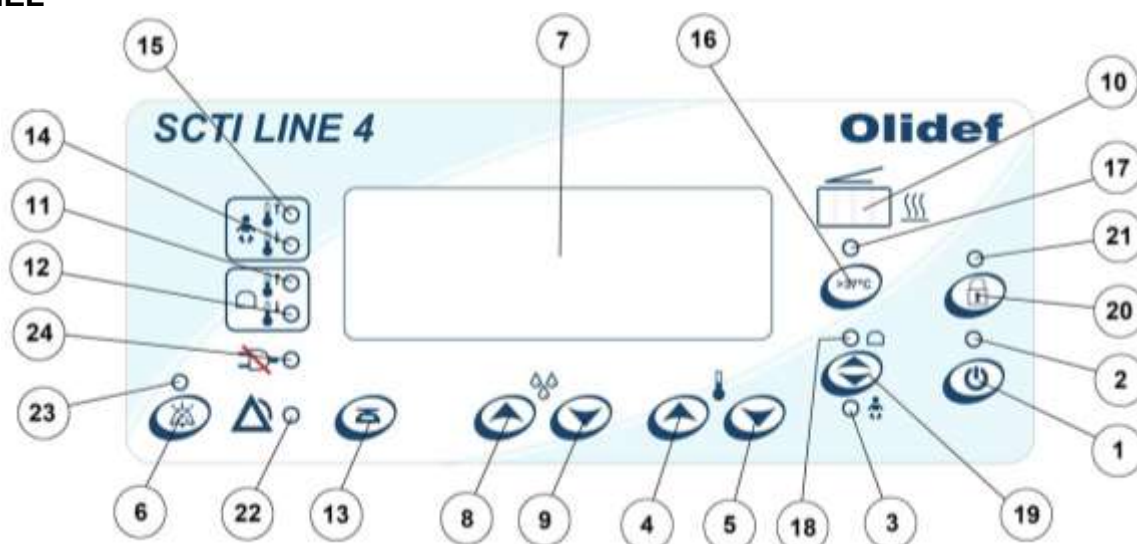
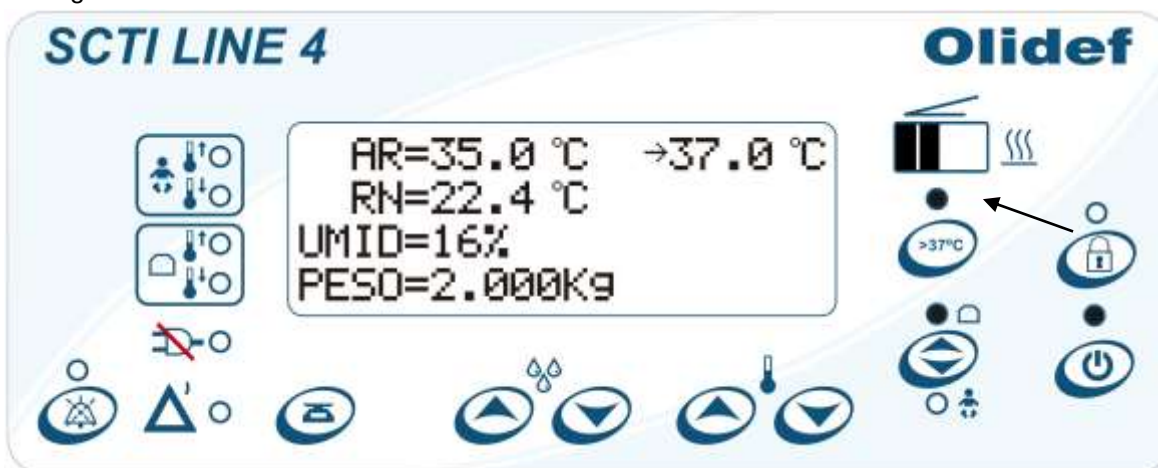

Figura 112- Painel do módulo de controle MC 2
Figura 114 – LED indicador tecla "> 37°C" acionada
A Incubadora para recém-nascidos LINE 4 permite que o operador selecione temperaturas superiores a 37°C. Para programar valores acima de 37°C o operador deve: elevar a temperatura até chegar há 37°C (observar sinal sonoro que será emitido por 3 segundos) e pressionar a tecla >37°C (indicação conforme item 16 da figura 112) para desabilitar uma trava eletrônica, permitindo ajustar a temperatura entre 37,1°C à 39°C, a partir desse momento o indicador luminoso >37°C acendera indicando que a faixa > 37°C está habilitada, conforme figura 114.
- Para ajustar o valor desejado para a temperatura do RN, pressione a tecla MODO DE OPERAÇÃO (indicação 3 da figura 112) para a incubadora ir para o modo RN.